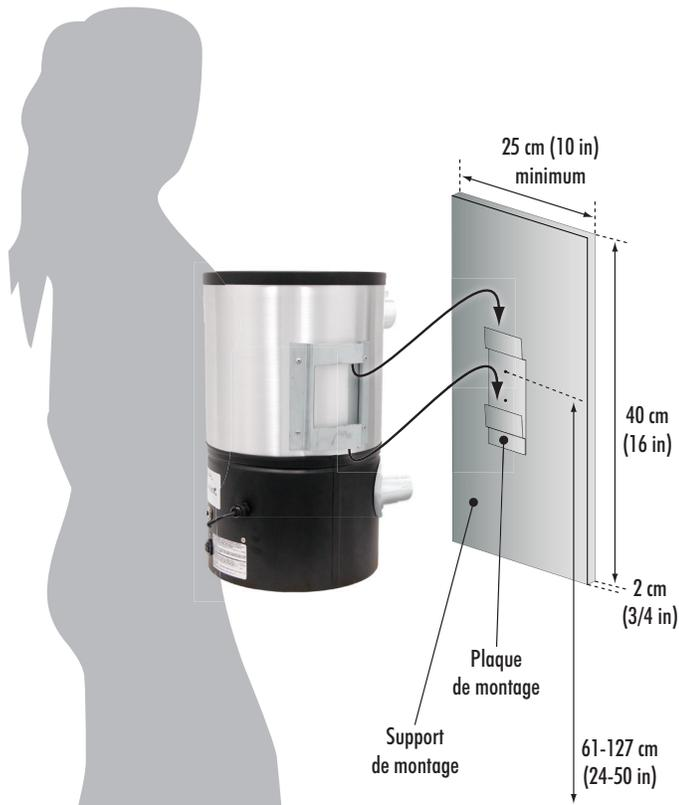

Fig.1 Installation de l'unité motrice au mur.
- Placez l'unité motrice sur le support de montage (voir Fig. 1);